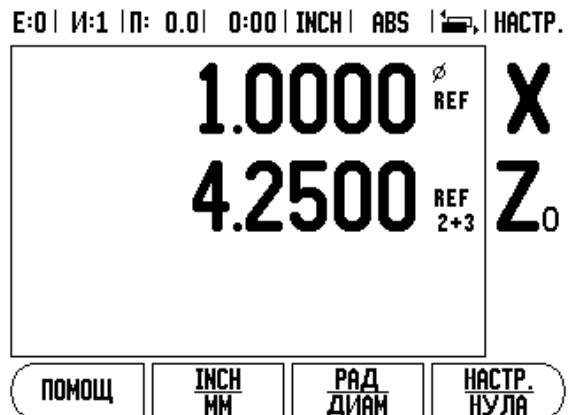

Abb. I.4: Активиране на Z куплиране
- ▶ Натиснете цифровите бутони, свързани с входа за енкодер на задната част на устройството. Натиснете бутоните + или -, за да куплирате втори вход към първия. Номерата на входовете се показват до името на оста, индикирайки, че позицията е куплирана позиция (т.е. "2 + 3"). Вж. Abb. I.4.:
За да куплирате Z_0 и оста Z и да получите резултата на дисплея Z_0 , натиснете и задръжте бутона Z_0 приблизително 2 секунди. Сумата на Z позициите ще бъде показана на дисплея Z_0 , а дисплейт Z ще бъде изчищен. Вж. Abb. I.4.: